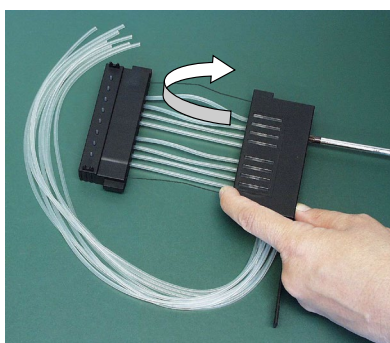

Figure 5–53. Étalonnage préalable de la cassette de distribution
18. Lorsque les fixations de tube ont toutes été ajustées à peu près sur le milieu des bandes de regard, fermez le cache des vis d'étalonnage (Figure 5–54).